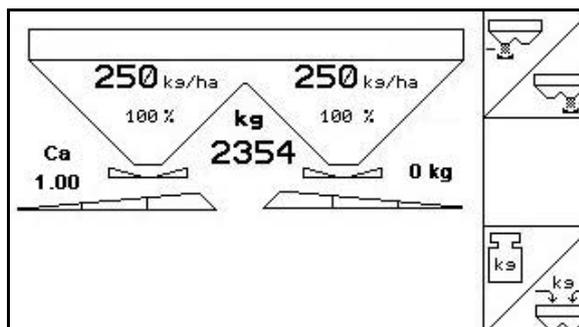

Рис. 37
• Для начала распределения в рабочем меню (Рис. 37)